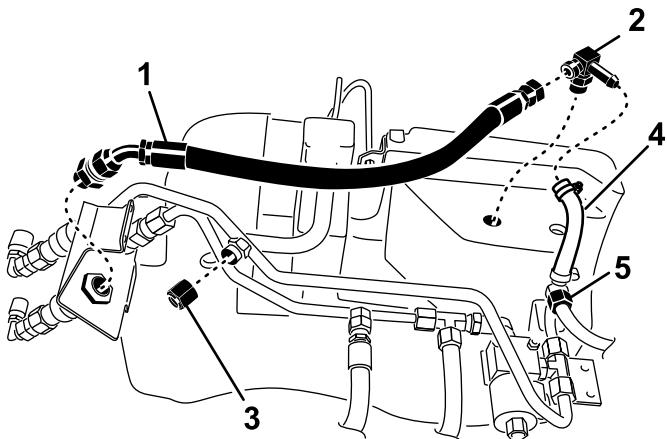

Bild 9
4. Setzen Sie das neue kleine T-Anschlussstück in den Hydraulikbehälter ein. Positionieren Sie das Anschlussstück, wie in Bild 9 dargestellt.
5. Schließen Sie den neuen kleinen geformten Schlauch mit den vorher entfernten Klemmen am neuen T-Anschlussstück und dem kleinen Hydraulikschlauch an (Bild 9).
6. Setzen Sie den Hydraulikdeckel auf den Anschluss der Hydraulikleitung (Bild 9).
7. Befestigen Sie den neuen Hydraulikschlauch lose am Kupplungsanschlussstück und am kleinen T-Anschlussstück (Bild 9).